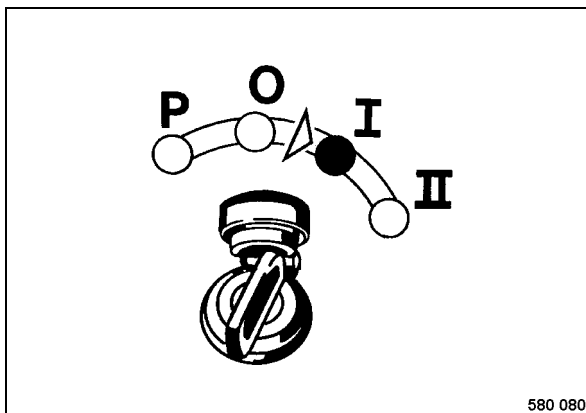

Fig. 89
- Colocar el interruptor de encendido y arranque a posición „I“ (Fig. 89).